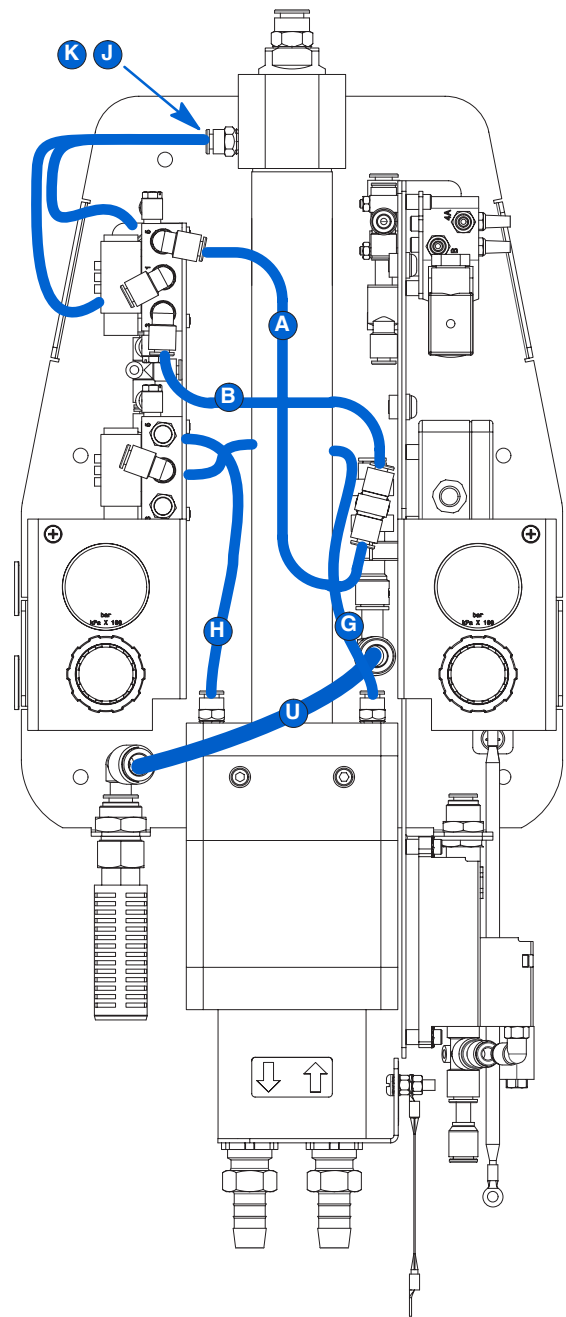
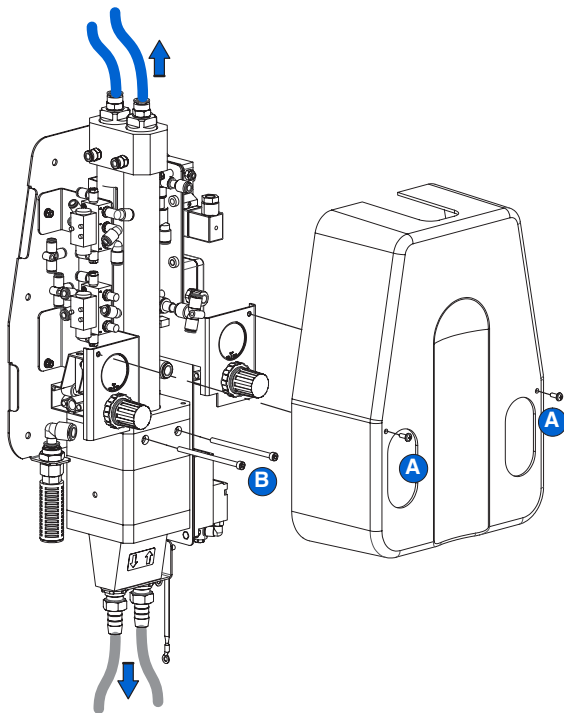

Figura 12 Deconectarea tubulaturii pentru aer
Figura 11 Demontarea ansamblului pompei
1. Vezi Figura 11. Deconectați conductele pentru aer de purjare din partea de sus a pompei.
3. Desfaceți cele două șuruburi (A) și capacul de pe pompă.
4. Vezi Figura 12. Deconectați un capăt al fiecăruia dintre cele șapte tuburi pentru aer indicate.
NOTĂ: Literele din figura 11 corespund literelor din Schema tubulaturii de la pagina 28.
5. Vezi Figura 11. Îndepărtați cele două șuruburi (B) care fixează ansamblul pompei pe bază. Scoateți ansamblul pompei și așezați-l pe o suprafață de lucru curată.